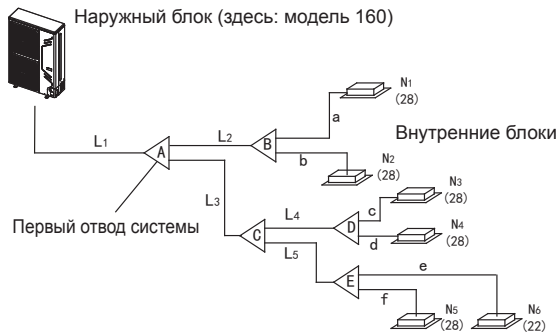

Рис. 4-5
- 2) Пример 1: см. рис. 4-5. Внутренние блоки после L2; общая мощность  $28 \times 2 = 56$  (см. таб. 4.4), для стороны газа/жидкости L2  $\varnothing = 15,9/9,5$ .